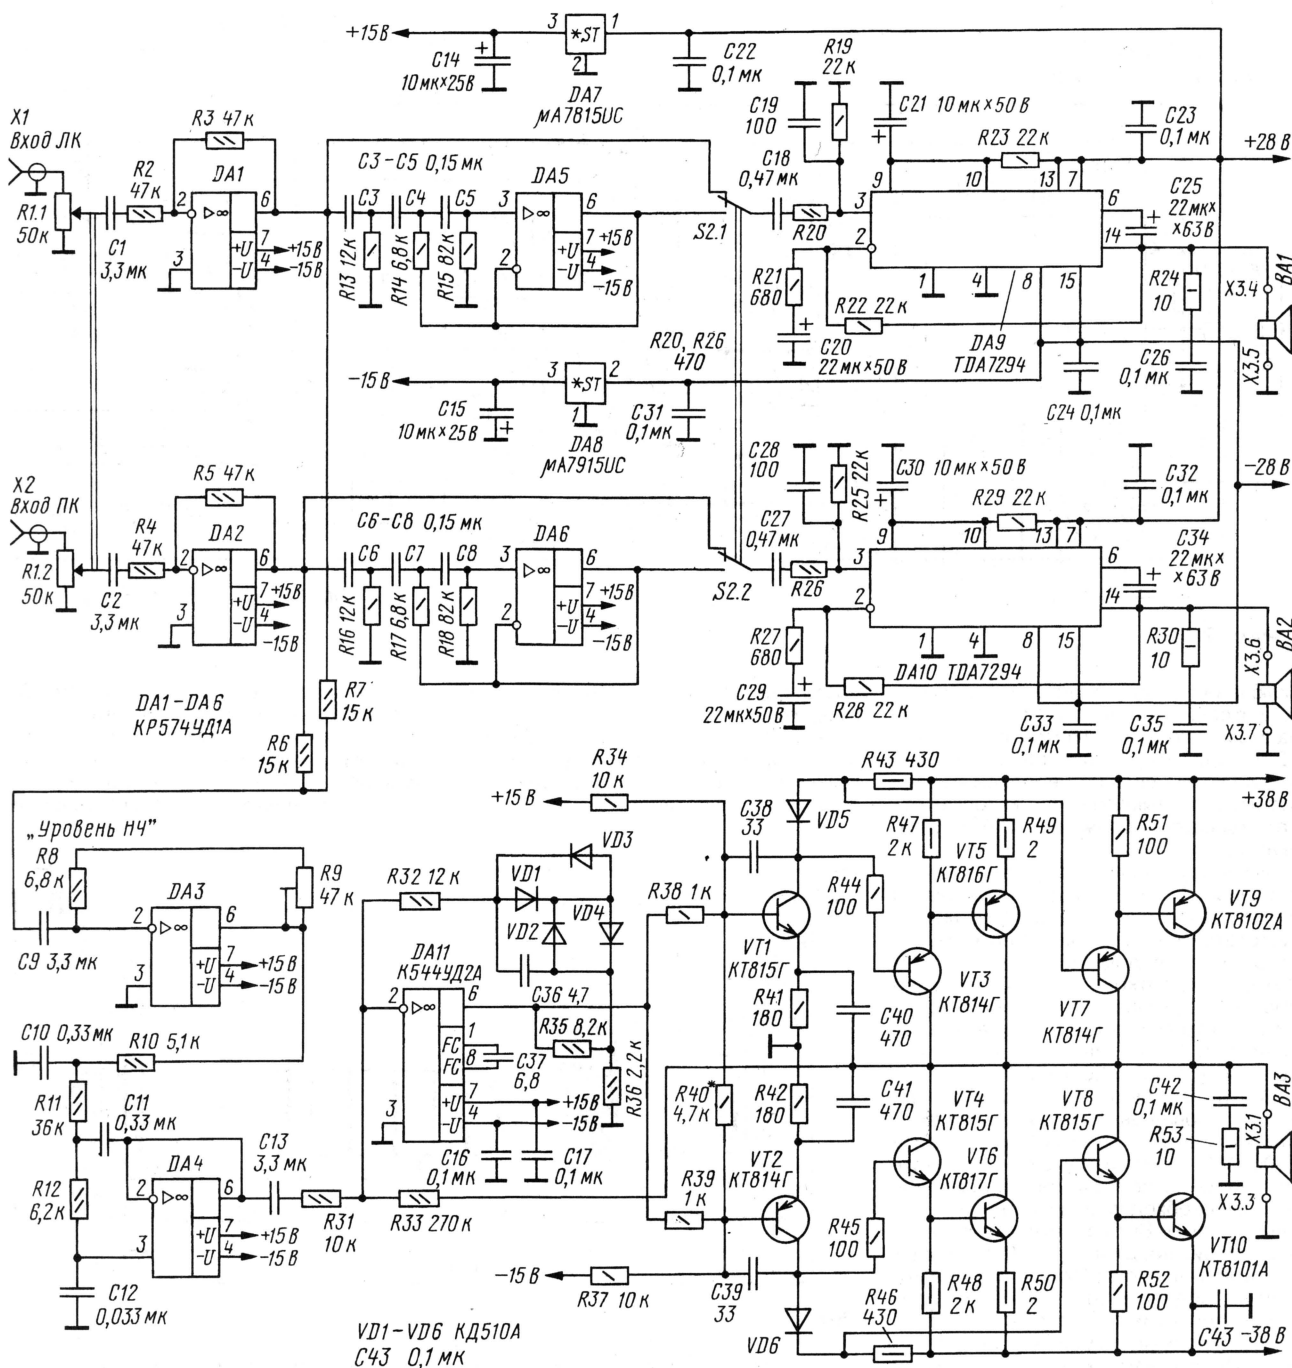

Рис. 1
**Усилитель.** Схема трехканального усилителя мощности приведена на рис. 1. Два канала УМЗЧ для фронтальных громкоговорителей выполнены на микросхемах TDA7294. Двухполярное напряжение питания выбрано равным 2×28 В, достаточное при работе усилителя на нагрузку сопротивлением 4 Ом. При нагрузке сопротивлением